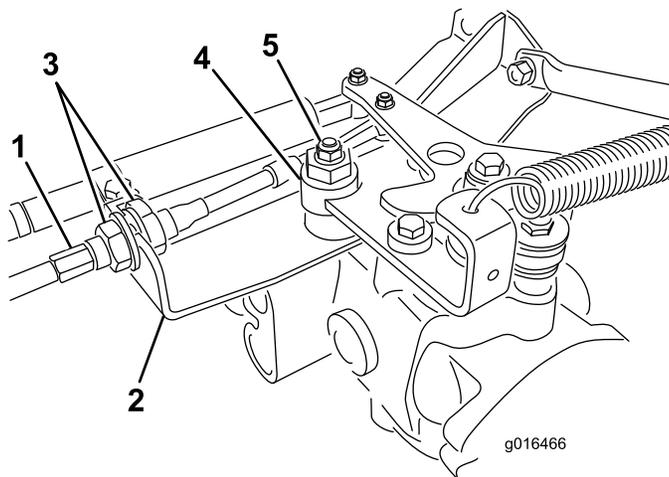

Figura 43
dell'igrostat (Figura 43). Verificate che i controdadi siano ugualmente allentati, in modo sufficiente da consentire la messa a punto.
Nota: Allentate il dado che fissa l'eccentrico alla parte superiore dell'igrostat (Figura 43).
- E. Quando la ruota cessa di girare, serrate il dado di bloccaggio dell'eccentrico per mantenere la messa a punto (Figura 43).
- G. Da ambo i lati della piastra serrate in modo uniforme i dadi che fissano il cavo di trazione alla piastra (Figura 43). Non torcete il cavo.